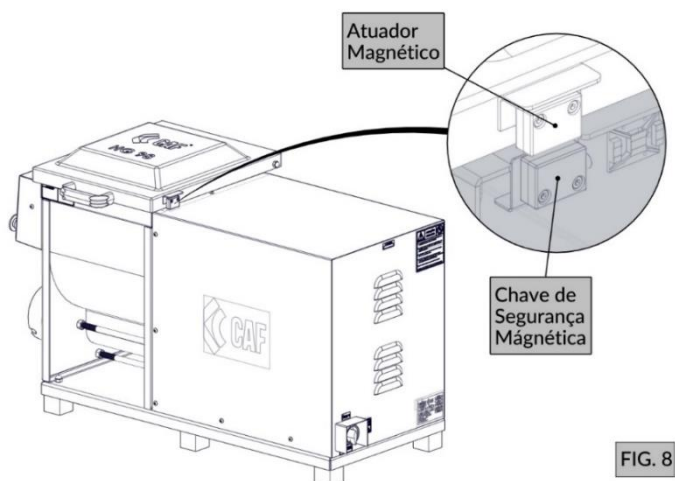

FIG. 8
- Sensor magnético (FIG. 8): impede que a máquina seja ligada com a tampa aberta.